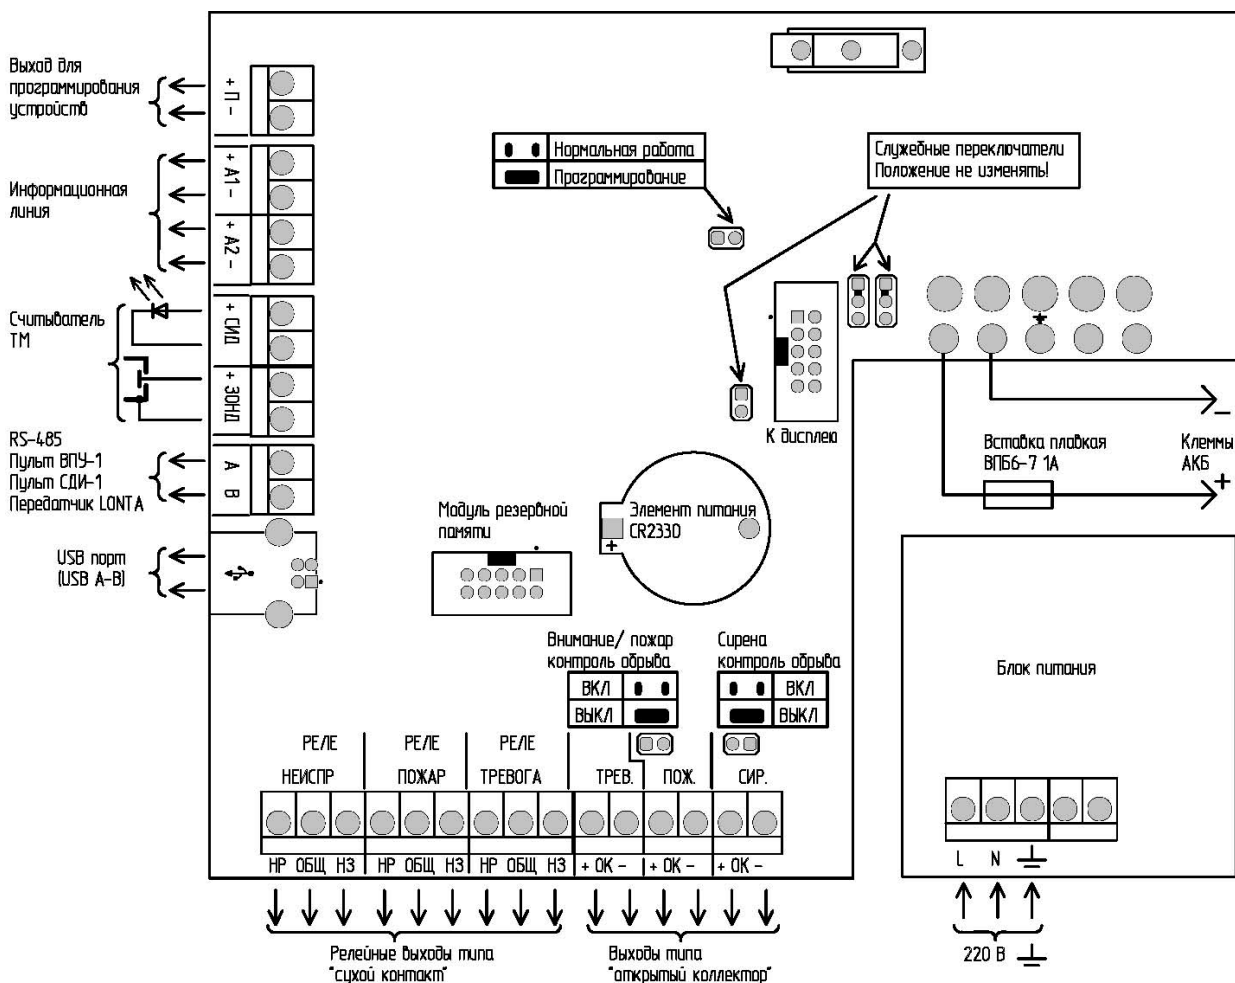

Рис. 3. Расположение клемм подключения на системной плате АПКП.
5.1.4. На системной плате (рис.3) расположены клеммы:
5.1.5. На системной плате рис.3 расположен также порт USB для подключения компьютера и разъем для установки дополнительной платы памяти.
5.1.6. На системной плате рис.3 расположены три перемычки (три джампера):